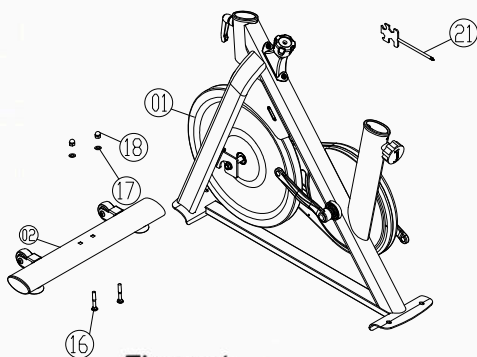

Figura 1
1. Fixați ansamblul cadrului principal (Partea 01) la ansamblul tubului piciorului frontal (Partea 02) utilizând două șuruburi cu cărucior M8×55 (Partea 16), două șaibe plate (Φ20×Φ8.5×1.5t, Partea 17) și două capace înalte din plastic (Partea 18), în conformitate cu Figura 1.